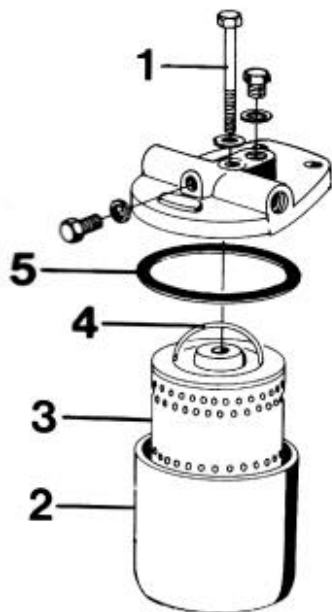

Bild 2.13, finfiltrets delar
Det är lite pillrigt att få fast packningen (bild 2.13 nr 5). Just denna packning är en notorisk felkälla så här gäller det att vara noga så att det inte läcker ut diesel eller framför allt att det inte läcker in luft. Packningen ska nämligen in i en skåra på undersidan av hållaren och den är svår att få på plats då den gärna vill ramla ner. Ett tips är att **fetta in gummipackningen** (5) och tryck upp den in i skåran på hållarens undersida. Tryck därefter upp behållaren (2) underifrån in i hållarens spår och dra ihop filtret med bulten (1). Lufta bränslesystemet före start.